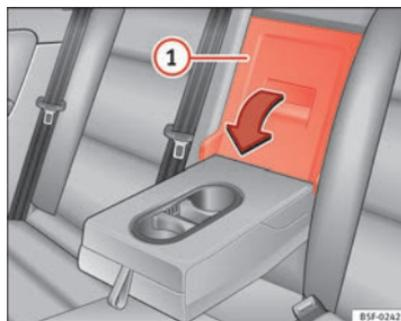

Fig. 102 Sur le dossier de la banquette arrière : ouverture de la trappe.
- Tirer sur le levier de déverrouillage dans le sens de la flèche et rabattez complètement le couvercle de la trappe de chargement ⇒ fig. 102 ① vers l'avant.